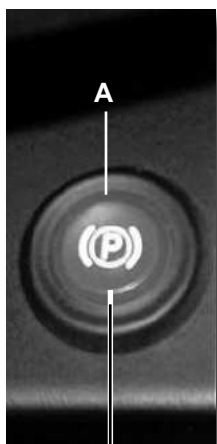

Fig.1
L'avviamento e lo spegnimento del motore si ottiene schiacciando il pulsante freno A fig.1 (vedi adesivo 1) (macchina frenata) e ruotando la chiave d'accensione (B fig.2).
Per muoversi con la macchina, sbloccare il freno di stazionamento (A fig.1) ed agire lentamente sul pedale (C fig.3) (schiacciare davanti per avanzare - schiacciare dietro per arretrare); rilasciare il pedale in posizione centrale per arrestarsi.
N.B.= Prima di scendere dalla macchina, bloccarla con il freno di parcheggio (A fig.1) o spegnere il motore.
IMPORTANTE: selezionare la modalità stradale o di lavoro (tramite l'apposito pulsante E Fig.1) prima di iniziare la movimentazione del carro, il cambio di modalità durante la marcia potrebbe causare dei bruschi rallentamenti o delle brusche accelerazioni.
Per muoversi con la macchina, sbloccare il freno di parcheggio (**D - Fig. 1**) ed agire lentamente sul pedale (**Pos. H - Fig. 1**) (premere davanti per avanzare, premere indietro per arretrare); rilasciare il pedale in posizione centrale per arrestarsi.
Premendo il pedale (**Pos. H - Fig. 1**) si varia solo la velocità di traslazione mentre i giri del motore sono regolabili in maniera indipendente tramite l'acceleratore a leva (**Pos.L- Fig. 3**).